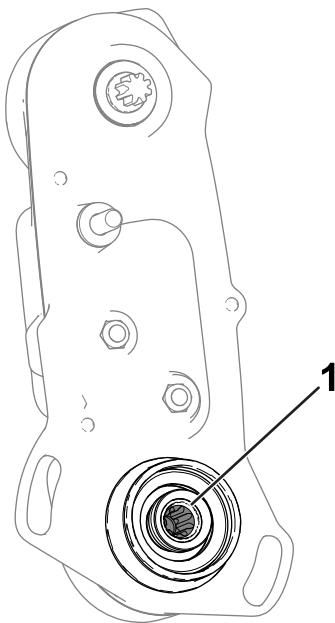

図6
- リール駆動シャフトの内側図6にグリスが残っているかどうか調べる。